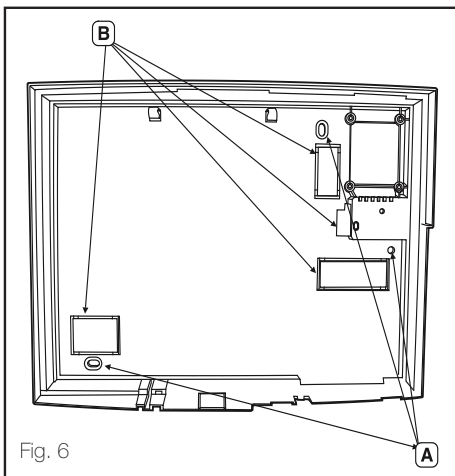

Fig. 6
2.3 Montage du boîtier (fig. 6)